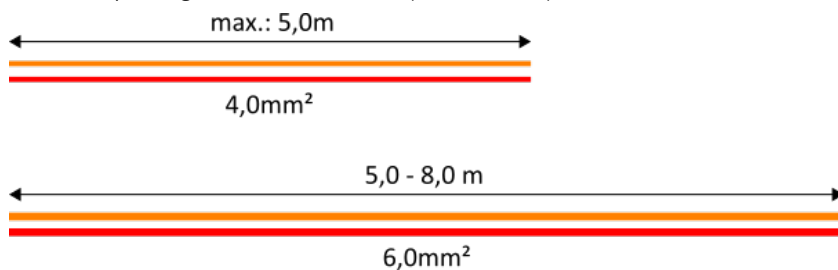

Fig. 39
- ☐ Die unten angegebenen Kabeldurchmesser (Fig. 39) sind für die Kabelverbindung zwischen Batterie und Heizgerät einzusetzen.